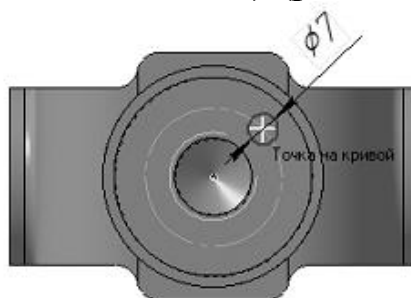

Рисунок 47.
4. Укажите окружность, затем укажите положение размерной линии и присвойте размеру значение 7 мм (на следующих рисунках прочие размеры условно не показаны) (рис. 47).